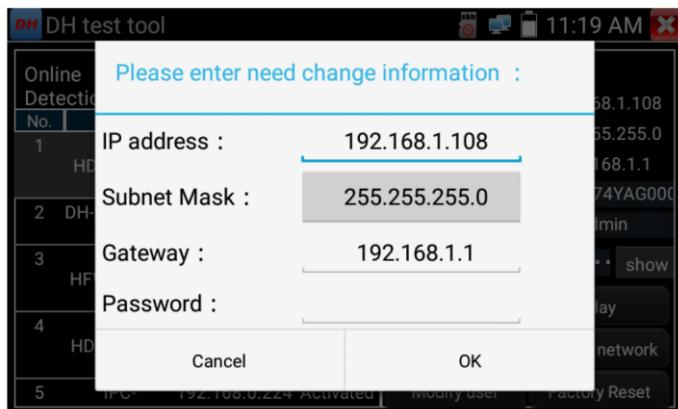

Рис. 125 Изменение сетевых настроек
- Для изменения сетевых параметров нажмите кнопку «Изменить сетевые параметры» (Modify network). Здесь можно задать IP адрес, маску подсети и шлюз, рис. 125